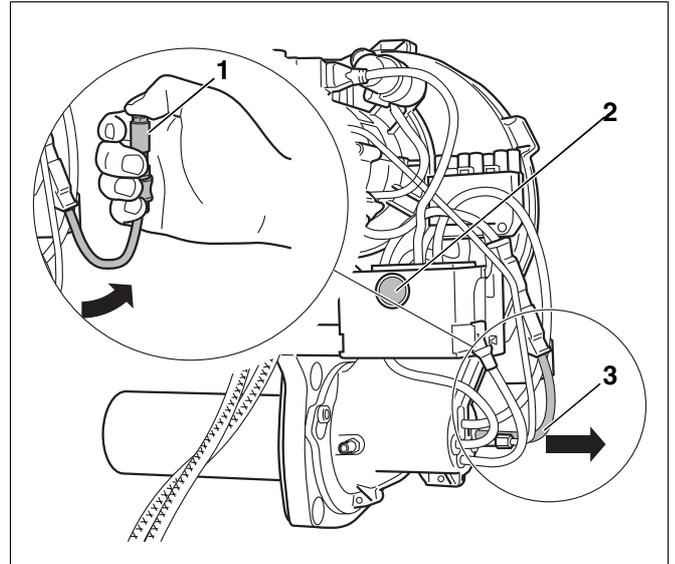

Abb. 19 Flammenfühler auf Funktion prüfen
- Flammenfühler bei laufendem Brenner am vorgesehenen Griff aus der Halterung ziehen (Abb. 19, **Pos. 3**).
- Flammenfühler abdecken (Abb. 19, **Pos. 1**). Es muss nach Wiederanlauf eine Störabschaltung erfolgen.
- Nach einer Wartezeit von ca. 30 Sekunden den Ölfeuerungsautomaten durch Drücken des Entstörtasters (Abb. 19, **Pos. 2**) entriegeln.